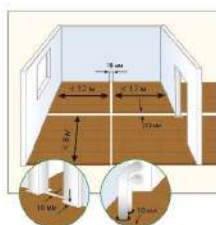

Рисунок 16
17. При укладке ламината большими пластами необходимо помнить, что если площадь укладываемого ламината превышает по длине или ширине 12 м и составляет более 120-150 м², необходимо предусмотреть компенсационные швы минимум 12 мм шириной. В противном случае в полотне ламината начнут образовываться щели, и напольное покрытие придет в негодность, что не будет являться гарантийным случаем (см. рис. 16).